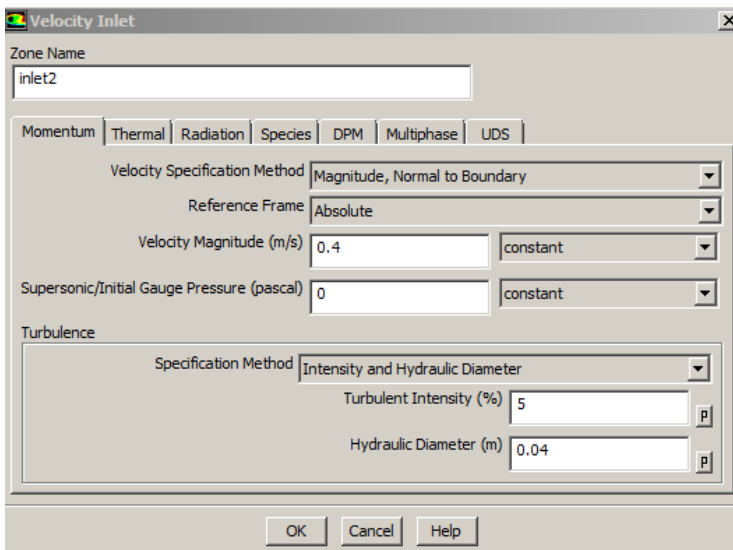

Рис. 36 – Настройка граничного условия второго входа
**Шаг 7.** Аналогично настраивается граничное условие второго входа *inlet2* (рис. 36).